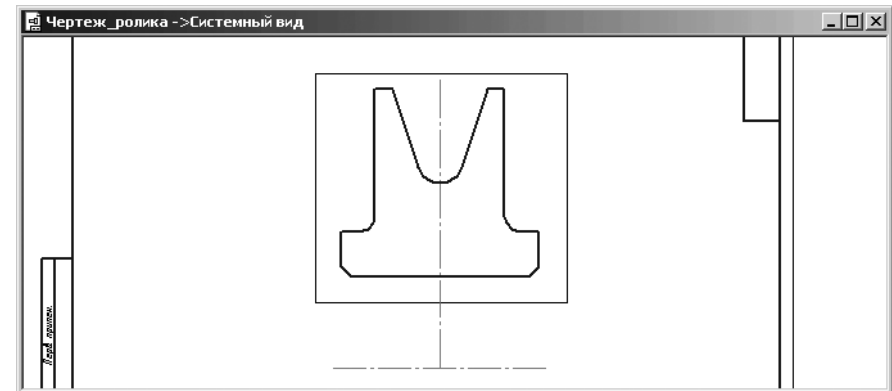

Рис. 4.33. Построение рамки для выделения части контура ролика без осевых линий
- переместите указатель мыши в местоположении конечной точки прямоугольной рамки так, чтобы захватить полностью только верхний контур ролика без осевых линий. Эта рамка может выглядеть так, как показана на рис. 4.33.